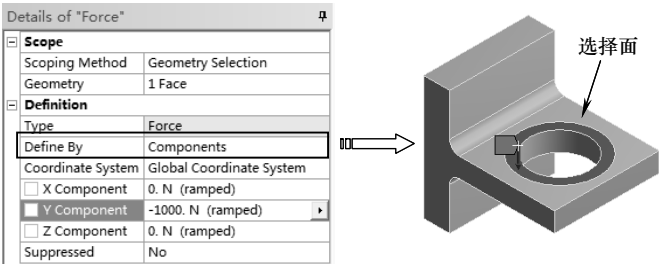

图 5-14 分量方式
- ✧ Components（分量方式）：按分量形式定义时需要输入结构载荷 X、Y、Z 方向分量的数值，由 3 个分量确定载荷的大小和方向，如图 5-14 所示。定义数值时可采用全局坐标系或用户自己创建的坐标系。